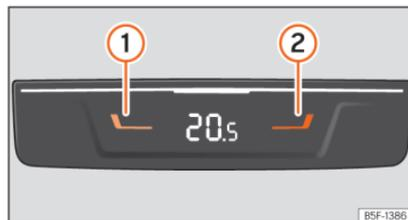

Fig. 154 Na parte traseira da consola central: comandos para os lugares traseiros.
- Pressione os botões ① e ② »» Fig. 154 para ajustar a temperatura da zona posterior.